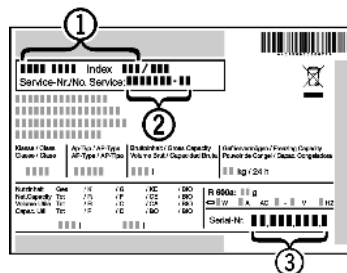

Fig. 20
- ▶ Odczytać z tabliczki znamionowej oznaczenie urządzenia Fig. 20 (1), nr serwisowy Fig. 20 (2) oraz numer seryjny Fig. 20 (3). Tabliczka znamionowa znajduje się po lewej stronie wewnątrz urządzenia.
- ▶ Poinformować serwis i podać opis zakłócenia, oznaczenie urządzenia Fig. 20 (1), nr serwisowy Fig. 20 (2) oraz numer seryjny Fig. 20 (3).